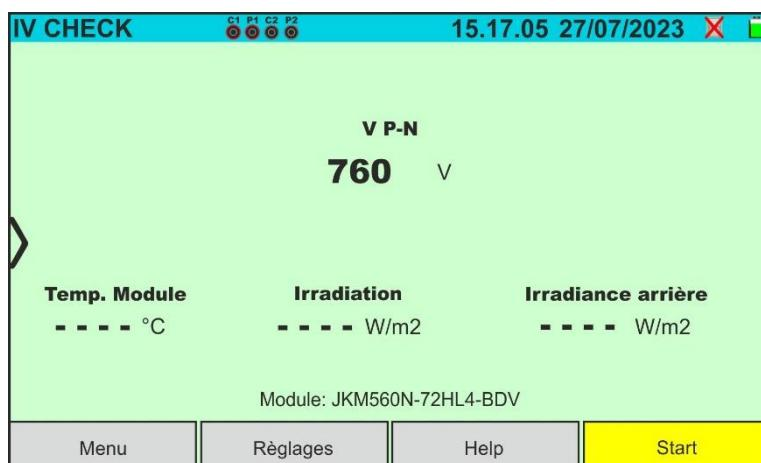

Fig. 58: Écran initial test IVCK sans unité distante sur modules Biface
5. Dans le cas de modules **Biface**, l'écran de la Fig. 58 est présent à l'écran. Les paramètres suivants sont affichés :